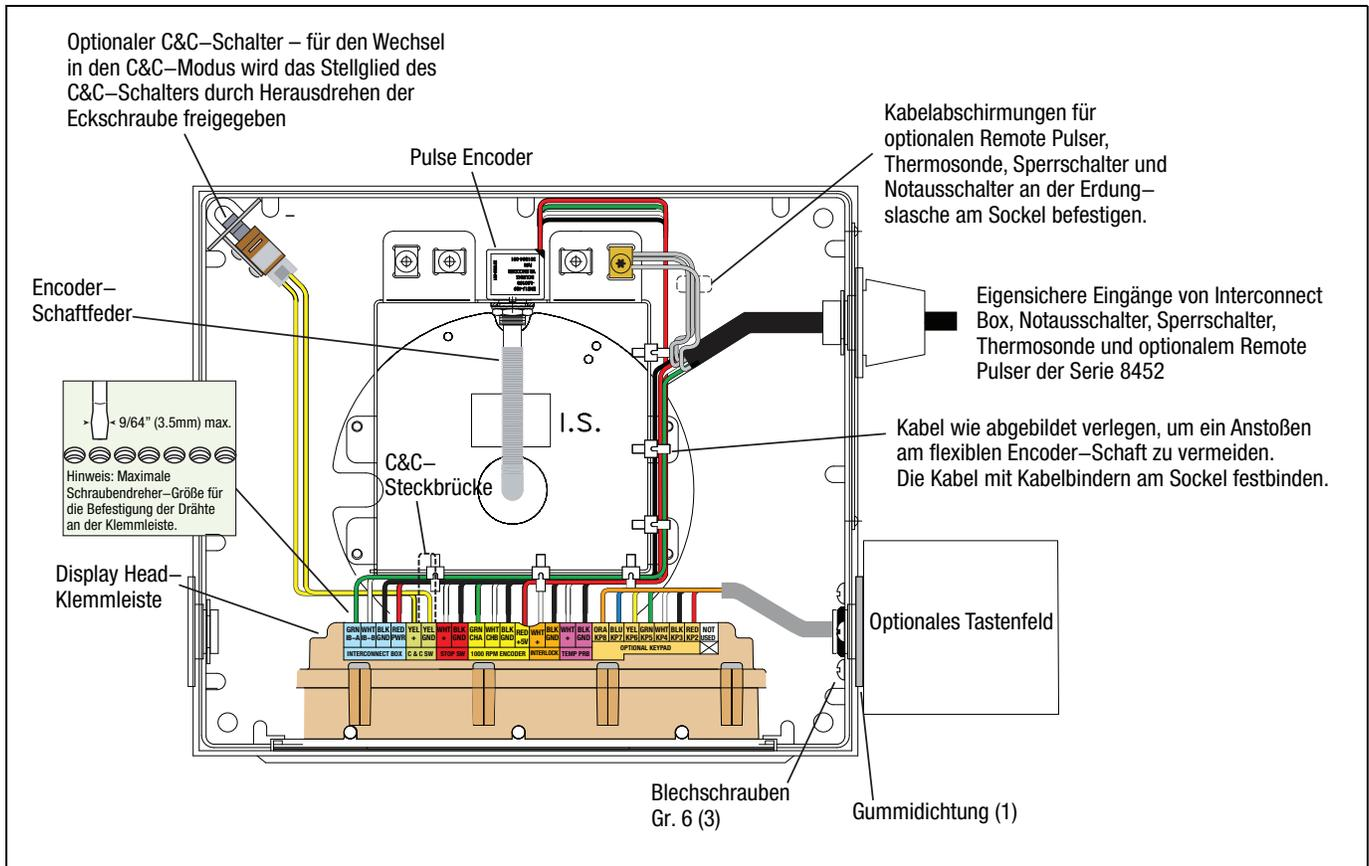

Abbildung 38. Lage der Display Head-Verkabelung und des Schalters
2. Schieben Sie die Zugentlastungsmutter und dann die Buchse auf die IB-Anschlusskabel. Ziehen Sie das Kabel so weit durch die Öffnung, dass die Adern bis an die Anschlussleiste der Display-Einheit reichen und mit Kabelbindern am Pulse Encoder-Montagesockel festgebunden werden können (siehe Abbildung 38). Schieben Sie das Gewindeende der Buchse in die Zugentlastung, schrauben Sie die Zugentlastungsmutter darauf und ziehen Sie diese fest.
3. Befestigen Sie das vieradrige IB-Kabel an der Anschlussleiste (siehe Abbildung 38).
4. Wenn Sie die optionale Thermosonde bzw. den Notausschalter haben, entfernen Sie die untere Zugentlastungsmutter. Schieben Sie diese und danach die Gewindebuchse auf das Thermosonden- bzw. Notausschalterkabel. Ziehen Sie das Kabel so weit durch die Öffnung, dass die Adern bis an die Anschlussleiste der Display-Einheit reichen und mit Kabelbindern am Pulse Encoder-Montagesockel festgebunden werden können (siehe Abbildung 38). Schieben Sie die Buchse in die Zugentlastung. Danach die Zugentlastungsmutter auf die Zugentlastung schrauben und sicher festziehen. Befestigen Sie die Abschirmung des Thermosondenkabels an einer Erdungsflasche am Pulse Encoder-Montagesockel.
1. Eine C&C-Eckschaltereinheit (Teile-Nr. 845900-018), die in eine Ecke des Display Head-Gehäuses passt (siehe Abbildung 38). Für den Wechsel in den C&C-Modus müssen Sie die Eckschraube von der Display Head-Abdeckung entfernen. Zur Aufhebung des C&C-Modus tauschen Sie die Schraube.
Abbildung 38 zeigt die Installation und Verdrahtung des optionalen Tastenfelds. Zum Einsetzen der Tastenfeldgehäuse-Befestigungsschrauben müssen Sie die Display-Einheit vom Display Head weg ziehen/schieben. Führen Sie die Drähte des Tastenfelds durch die mittlere Bohrung in der Dichtung. Schieben Sie die Dichtung nach unten gegen das Tastenfeld und richten Sie ihre drei Löcher an den Montagebohrungen im Tastenfeld aus. Legen Sie das Tastenfeld am Display Head an und drehen Sie die 3 Befestigungsschrauben ein. Bringen Sie die Display-Einheit wieder an und verbinden Sie dann die Tastenfeld-Verkabelung mit der Anschlussleiste (siehe Abbildung 38). Die Schrauben sind selbstschneidend. Zur Erleichterung des Einbaus können Sie die Löcher durch Hineindreihen der Schraube vorbereiten.